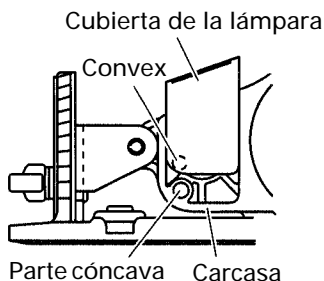

Fig. 21 (Vista lateral)
- (1) Extraiga la parte convexa de la cubierta de la lámpara de la parte cóncava de la carcasa, y después tire de la cubierta de la lámpara en el sentido indicado por la flecha, como se muestra en la Fig. 21.